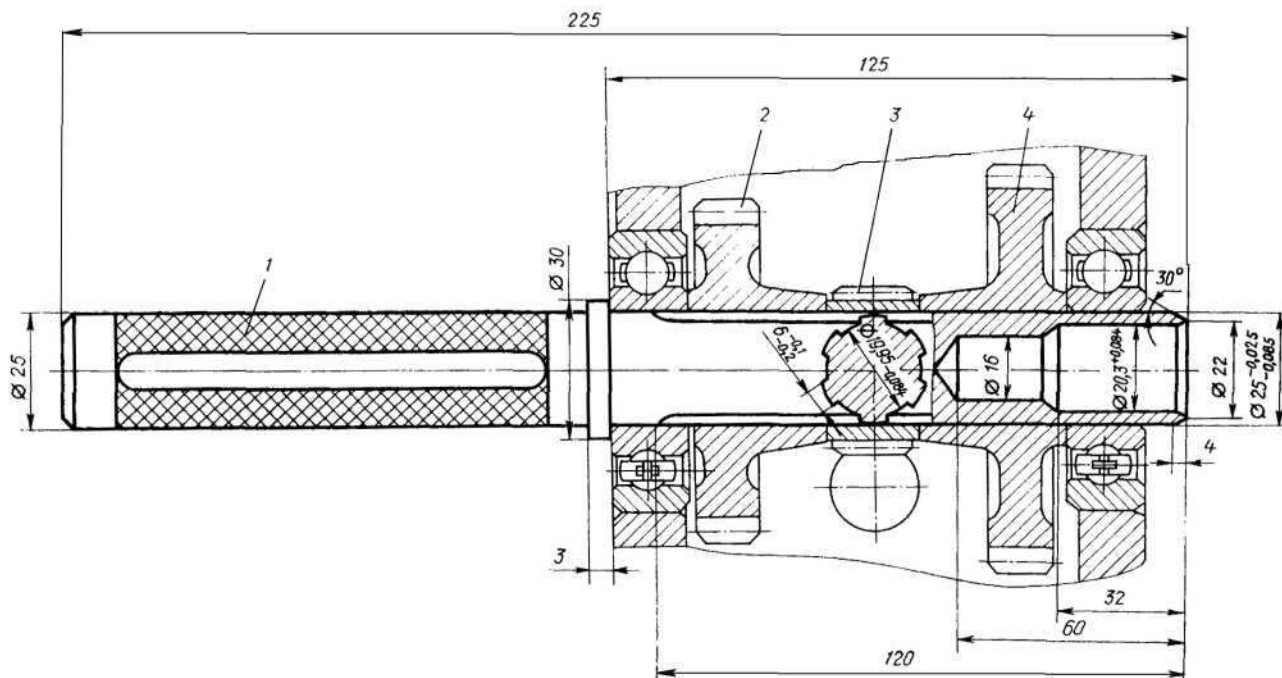

Рис. 137. Оправка для удержания шестерён:
- установите ведомые шестерни III-ей и IV-ой передач и ведущую шестерню привода спидометра в картере коробки на оправку (рис. 137);